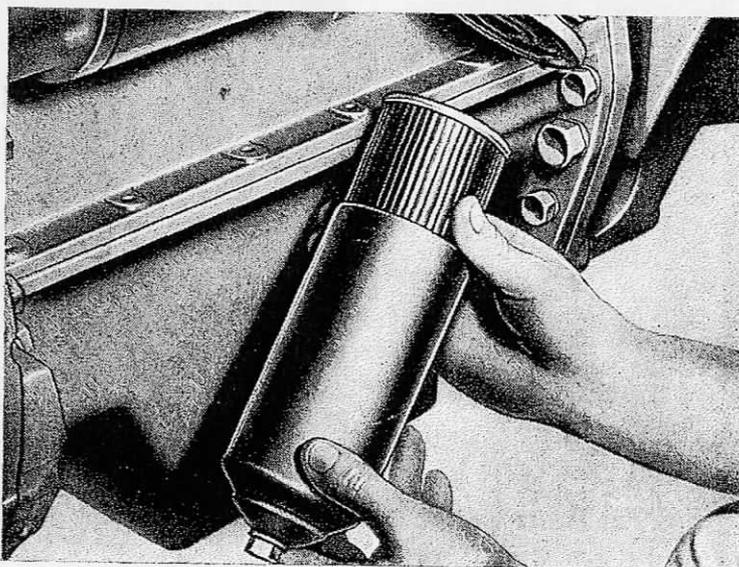

Fig. 23
- Changer l'élément du filtre à huile (fig. 23). Débloquer la vis de fixation de la cuve à la partie inférieure du filtre sans faire tourner la cuve, ce qui risquerait de détériorer le joint logé dans la tête du filtre.